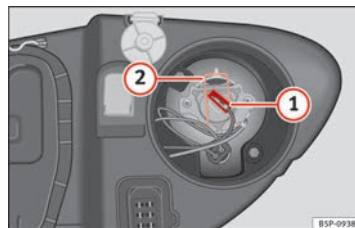

Abb. 187 Fernlicht
- Ziehen Sie den Stecker ⇒ Abb. 187 ① von der Lampe ab.
- Die Haltefeder ⇒ Abb. 187 ② durch Eindrücken und Rechtsdrehung abnehmen.